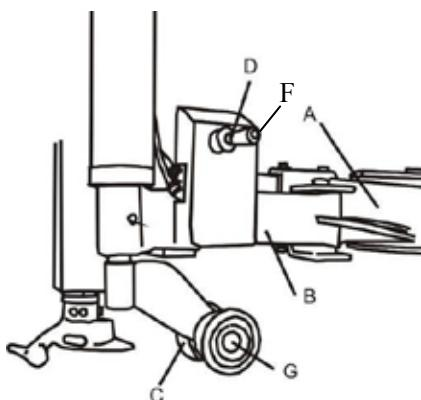

Fig. 8
Le levier (fig. 8, D) sert à lever et abaisser les rouleaux C, G pour régler la hauteur de montage/démontage du pneu.
- Montez le levier (fig. 8, D) pour faire monter les rouleaux C, G.
- Abaissez le levier (fig. 8, D) pour faire descendre les rouleaux C, G.